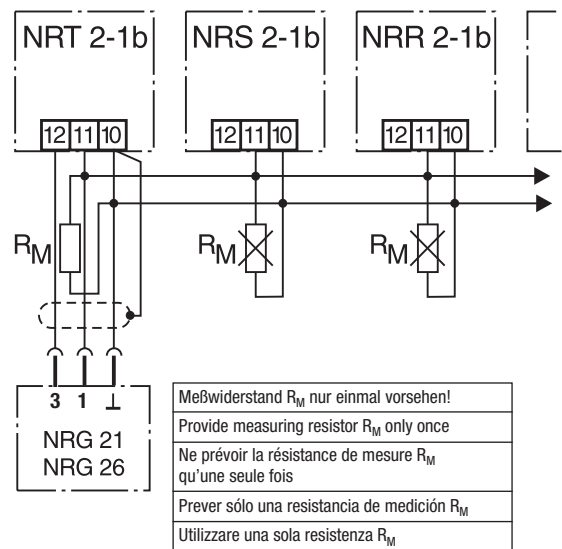

Fig. 4 Parallelschaltung mehrerer Geräte
- Sind Geräte wie NRT 2-1 oder NRS 2-1 parallel geschaltet, darf der Meßwiderstand R_M nur einmal vorgesehen werden (Bild 4)!